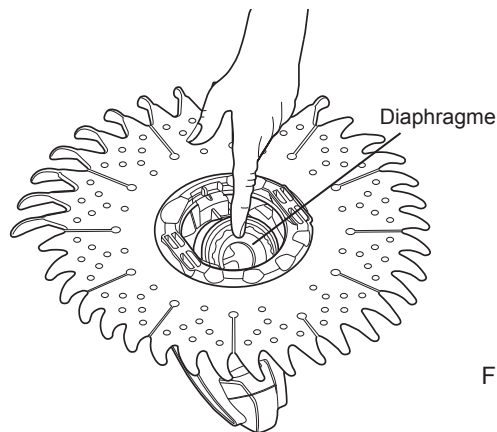

Figure 1
1. Mettez le nettoyeur sur le côté (Voir la Figure 1).